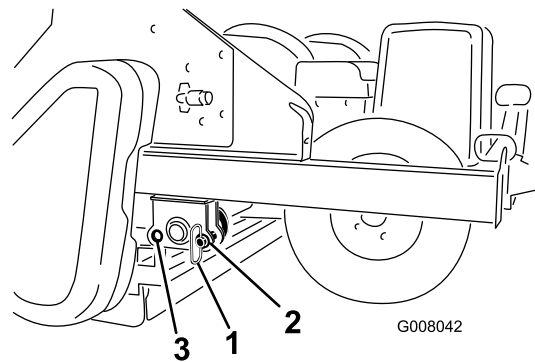

Bild 16
1. Nehmen Sie die Parkstifte aus dem hinteren Loch heraus (Bild 16).
3. Setzen Sie die Parkstifte in das vordere Loch ein (Bild 16).